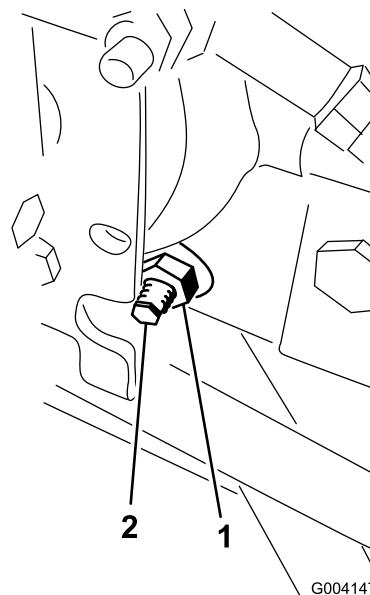

Figura 62
3. No lado direito do hidrostato, solte a porca de bloqueio no excêntrico de ajuste da tração (Figura 62).